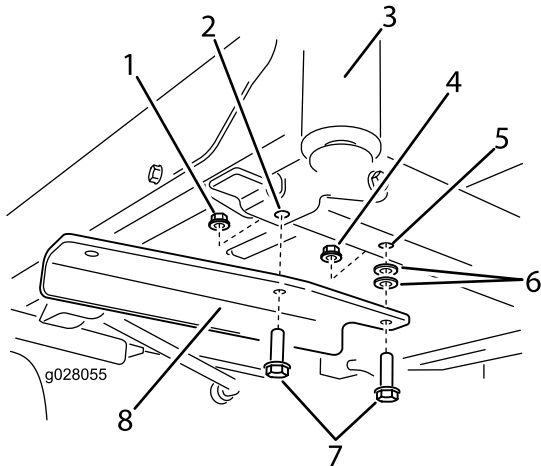

Figura 3
- Sujete el soporte al bastidor usando dos pernos (3/8 x 1-1/4 pulgada), dos arandelas y dos contratuercas (3/8 pulgada) (Figura 3). Utilice una contratuerca de las piezas sueltas y otra de las retiradas anteriormente.